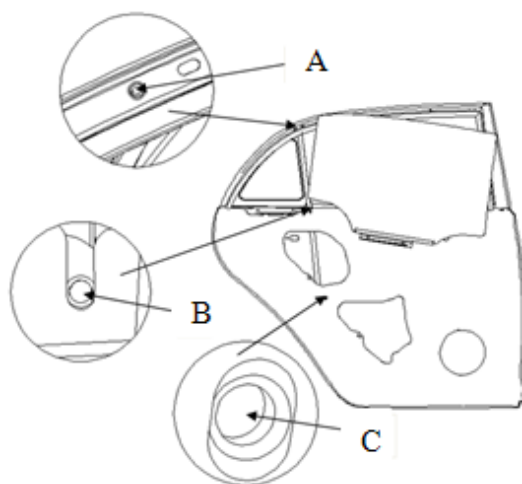

图 1-2 后门玻璃更换示意图
- 4) 卸下图 1-2 后门玻璃更换示意图上所示后门后玻璃后导轨的紧固件 A、B 和 C，小心的将玻璃活动导轨拿出，必要时可以将窗框段的玻璃泥槽全部扯下，取下三角窗玻璃以免损坏。